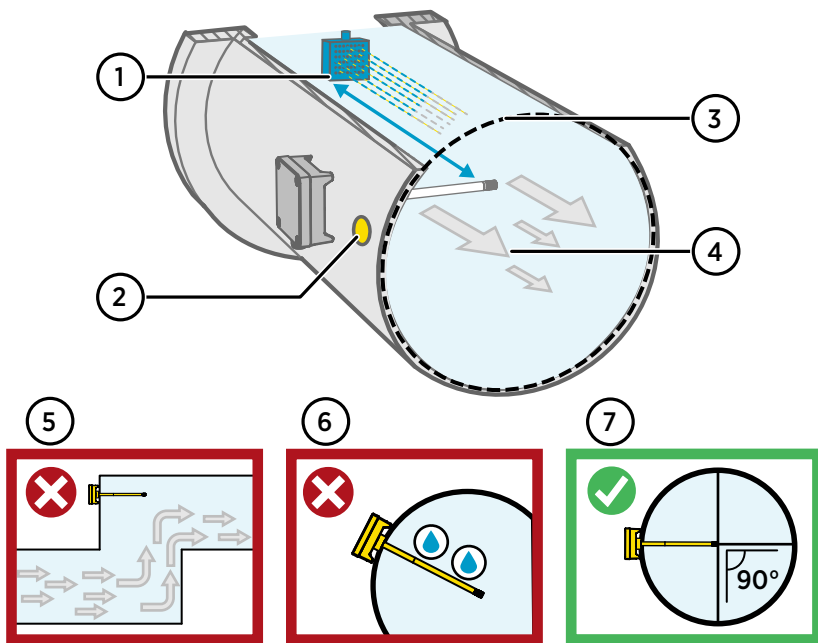

Figure 23 Présentation de l'installation sur gaine
4. En option : Percez un second orifice pour les mesures de référence à environ 30 cm (12 pouces) de l'orifice d'installation du transmetteur. consultez la section Figure 23 \(page 33\).